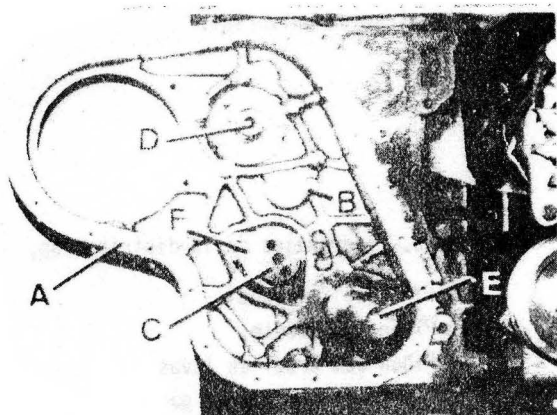

Fig. A4-97.- Cárter de la distribución.
1.9.- Soltar los tornillos que fijan el cárter de la distribución al bloque de cilindros, así como los tres tornillos delanteros del cárter de aceite del motor, en la parte inferior del cárter de la distribución y retirar éste (Fig. A4-97).
2.1.- Instalar el cárter de la distribución, con su junta que previamente se habrá cubierto de grasa por ambos lados, colocando todos los tornillos con arandelas plana y elástica, a excepción de los tres inferiores, que solo llevan arandela elástica, a excepción de los tres inferiores, que sólo llevan arandela elástica, y los dos que se indican en la fig. A4-97, que lleva arandela plana.